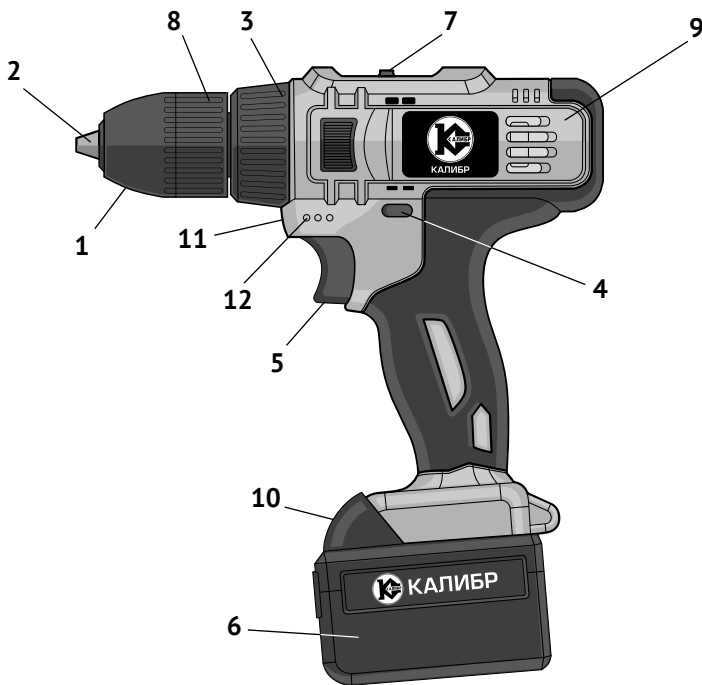

рис. 1
1.6 Общий вид дрели представлен на рис.1
1.7 Механизм дрели расположен в обрешиненном пластиковом корпусе (рис.1 поз.9), состоящем из двух частей: правой и левой. Он состоит из электродвигателя постоянного тока и редуктора с планетарным 2-х скоростным механизмом. В нижней части корпуса, выполненного в форме рукоятки, находится выключатель и разъём для присоединения аккумуляторной батареи.
1.8 Клавиша выключателя (рис.1 поз.5) расположена в передней части рукоятки. При нажатии на клавишу включается двигатель дрели. Усилие, приложенное к клавише, изменяет скорость вращения двигателя. При запуске двигателя автоматически включаются: светодиод (рис.1 поз.11), обеспечивающий локаль-
ную подсветку рабочей области и индикаторы (рис.1 поз.12), отображающие степень заряженности подключённой АБ.
Над клавишей выключателя находится переключатель реверса (рис.1 поз.4), пластинчатой конструкции. В нейтральном положении он выполняет функцию блокиратора клавиши от случайного включения. Стрелками на торцах пластины, указывает направление вращения патрона.
1.10 В передней части корпуса расположено кольцо регулировки (рис.1 поз.3). Это кольцо фиксирует одну из 20-й, позиций предельного момента затяжки, при работе дрелью, как шуруповёртом, или переключает редуктор в режим сверления – символ «сверло».
Внимание! Перед установкой/извлечением аккумуляторной батареи отключить инструмент, установив переключатель направления вращения (рис.1 поз.4) в среднее положение (блокировка клавиши выключателя).
- для извлечения батареи из дрели нажать кнопку фиксации (рис.1 поз.10) аккумуляторной батареи и извлечь её из рукоятки, вытягивая вперёд, к патрону.
- установить переключатель направления вращения (рис.1 поз.4) в положение блокировки клавиши выключателя;
- удерживая кольцо патрона (рис.1 поз.8) одной рукой, другой вращать
переднюю часть патрона (рис.1 поз.1) против часовой стрелки до разведения кулачков патрона (рис.1 поз.2) на расстояние, необходимое для установки рабочего инструмента;
- удерживая кольцо патрона (рис.1 поз.8) одной рукой, другой вращать переднюю часть патрона (рис.1 поз.1) по часовой стрелке до фиксации рабочего инструмента кулачками патрона;
- сдвинуть переключатель направления вращения (рис.1 поз.4) в сторону, нужную для вращения патрона;
- для включения дрели необходимо нажать и удерживать клавишу выключателя (рис.1 поз.5);
- в среднем положении переключатель направления вращения (рис.1 поз.4) блокирует клавишу выключателя, исключая случайное включение дрели;
2.2.5 Функции регулировочного кольца (рис.1 поз.3):
На регулировочное кольцо (рис.1 поз.3) нанесены символы: от «1» до «20» - 20 фиксированных положений предельного момента затяжки, символ «-» и символ «дрель». Выставление нужного режима работы осуществляется совмещением соответствующего символа со стрелкой на корпусе дрели.
- выставив ползунком переключателя (рис.1 поз.7) диапазон «1» получаем при низком числе оборотов (350 об/мин) высокий показатель крутящего момента. Этот режим применяется при закручивании шурупов, винтов, саморезов и болтов больших размеров;
- повернуть кольцо регулировки (рис.1 поз.3) в положение «сверло»;